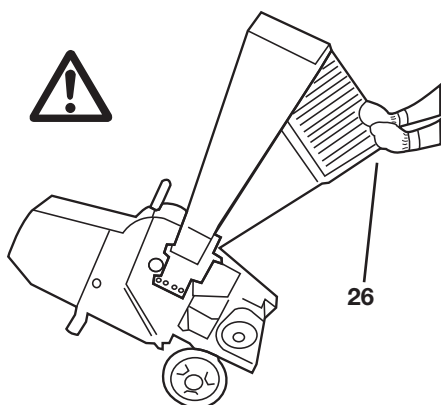

Bild 21
Fassen Sie nun den Schredder am oberen Rand des Einfülltrichters an und kippen Sie ihn leicht nach hinten (siehe „Bild 21“).
Fassen Sie nun den Schredder am oberen Rand (26) des Einfülltrichters an und kippen Sie ihn leicht nach hinten (siehe „Bild 21“).